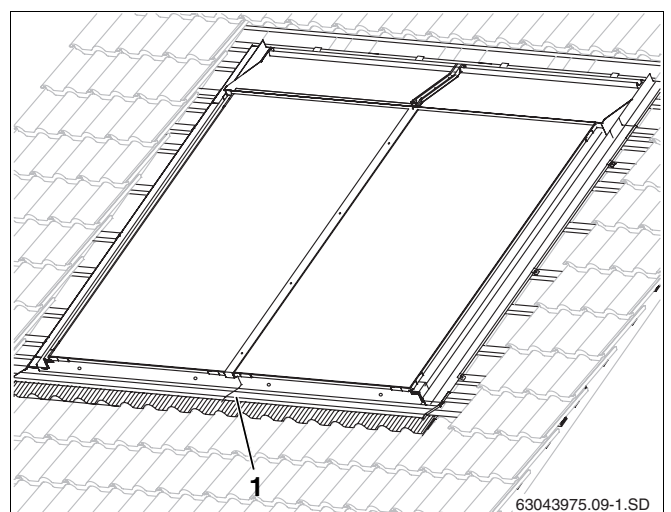

Fig. 41 Chapas protectoras montadas en todo el contorno
En el caso del montaje horizontal, no solape las chapas protectoras situadas en la parte inferior, centro y superior entre dos colectores (fig. 41, **pos. 1**) sino en la parte central de un colector.